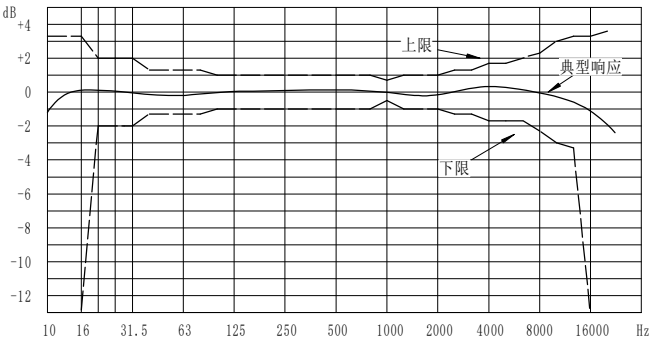

图 1 测量传声器的频率响应
- HY205/HY207 型测量传声器的典型的频率响应见图 1。